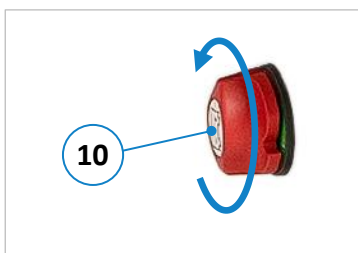

Abbildung 8: Hauptschalter sichern
- Den Hauptschaltergriff durch Drehbewegung in Pfeilrichtung in die „OFF“ Stellung bringen (siehe ⇨ Abbildung 8).